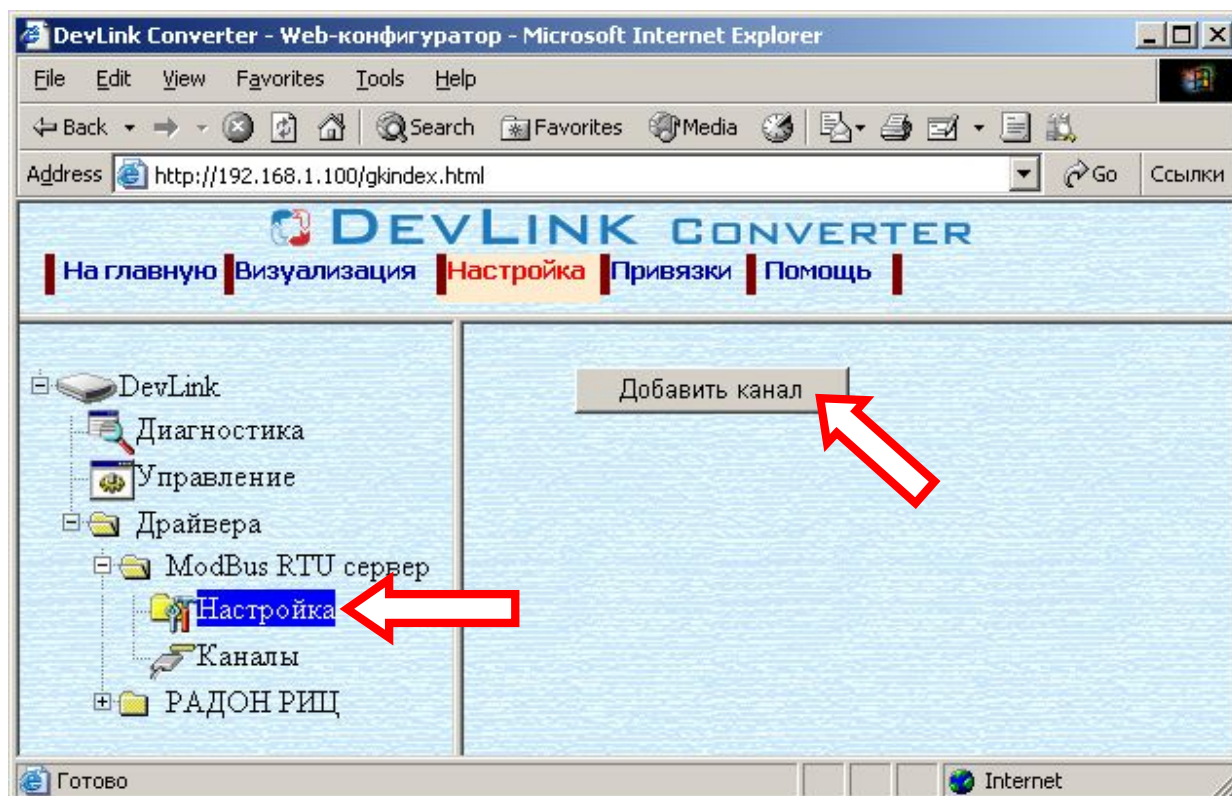

Рисунок 3.2 – Добавление канала драйвера
- Выберите в дереве объектов *папку «Настройка»* драйвера (рисунок 3.2). В результате в правом фрейме (фрейм «Настройка») конфигуратора появится элемент кнопка «Добавить канал».